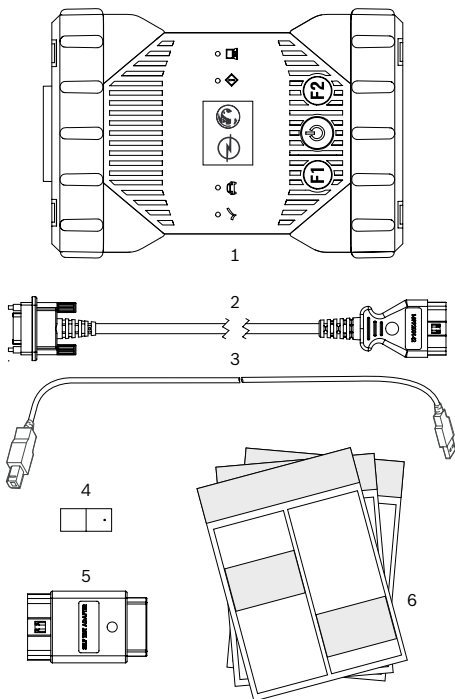

Fig. 1: Volumen de suministro (1a o 1b)
1. Conectar el Opel-Vauxhall-VCI (Fig. 1, pos. 1) al ordenador con el cable USB suministrado (Fig. 1, pos. 3).